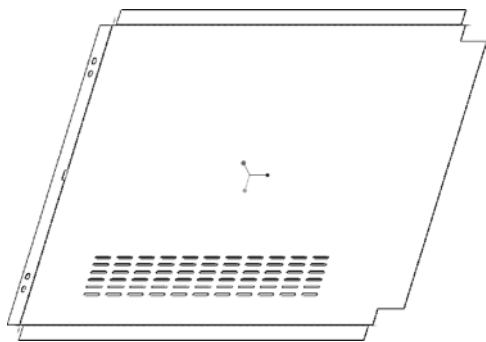

图 6-21 展平钣金件
(2) “展平”选项卡中的 (自动全选) 按钮处于被选中的状态，并接受默认的固定几何参考 (默认固定几何参考为作为第一壁的平面壁的一个钣金曲面)，单击 (完成) 按钮，展平的钣金件效果如图 6-21 所示。